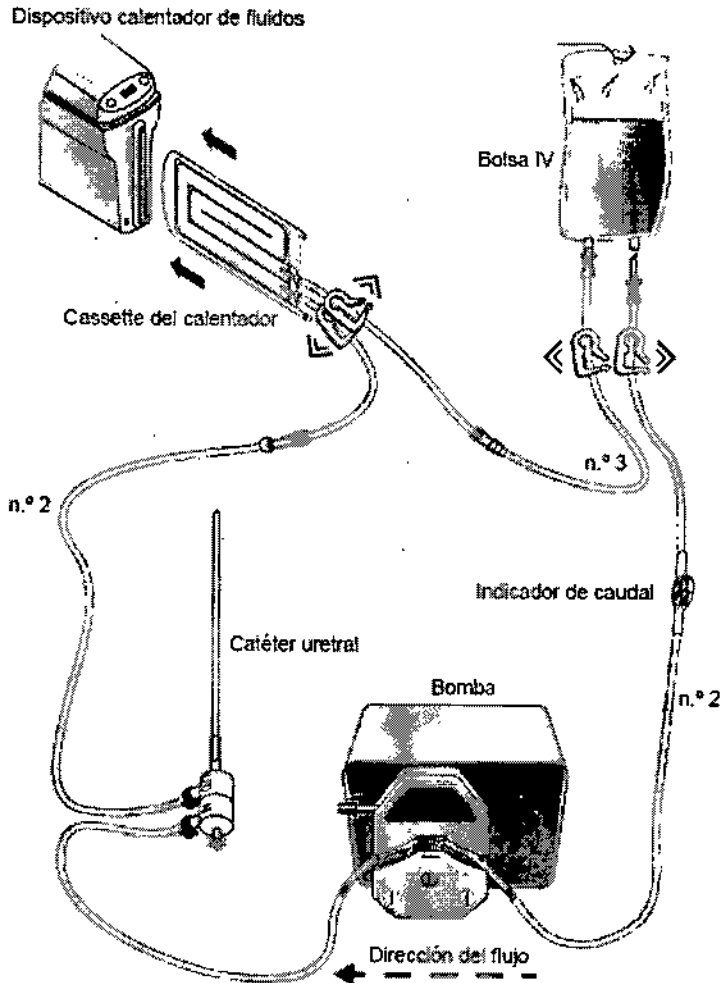

Fig 18. Urethral Warming Set, conexiones de tubos
16. ABRA cuidadosamente todas las pinzas del Tubo n.º 1 y el Tubo n.º 3 y las pinzas de los segmentos del tubo cercanos al Cassette del calentador. Consulte la ilustración de la Fig. 18.